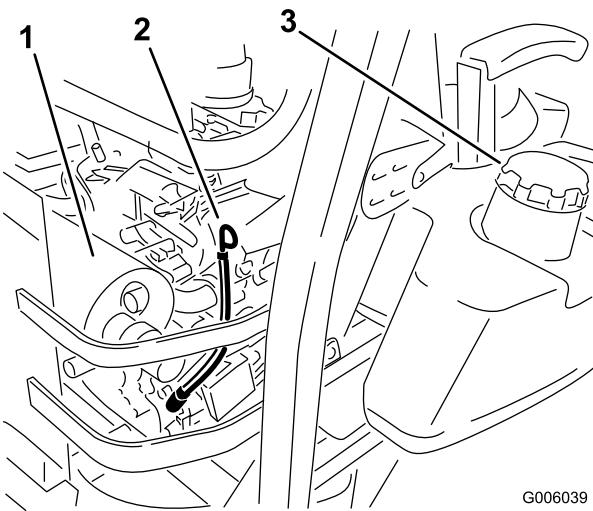

Figura 34
5. Limpie alrededor de la varilla de aceite (Figura 34) para que no pueda caer suciedad en el motor.
6. Retire la varilla de aceite y límpie el extremo metálico (Figura 34).
7. Introduzca la varilla a fondo en el motor. Retire la varilla y observe el extremo metálico (Figura 34). Si el nivel de aceite es bajo, vierta lentamente sólo la cantidad de aceite suficiente para que el nivel llegue a la marca Lleno.